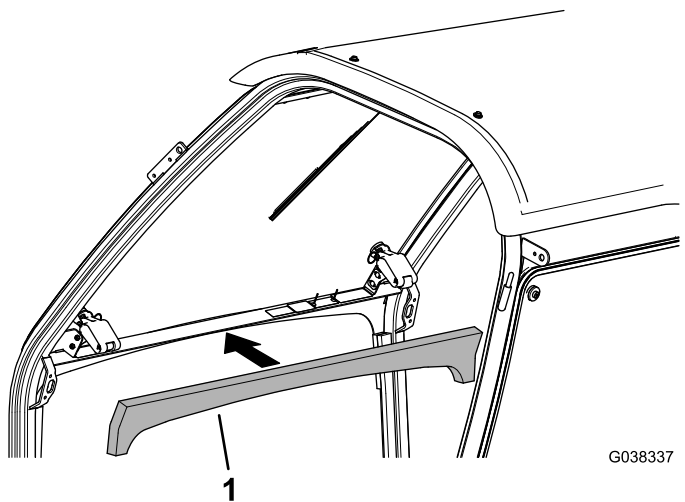

Figura 10
3. Instale a espuma de vedação frontal **se ainda não estiver instalada** (Figura 10).